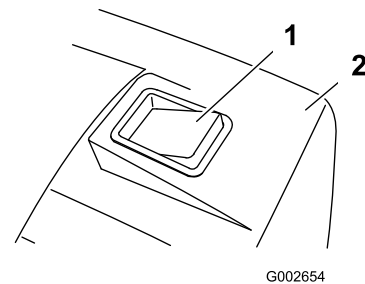

Figure 22
4. Maai met de gemonteerde grasvanger totdat de volstand-indicator van de grasvanger aangeeft dat deze vol is (Figure 22).